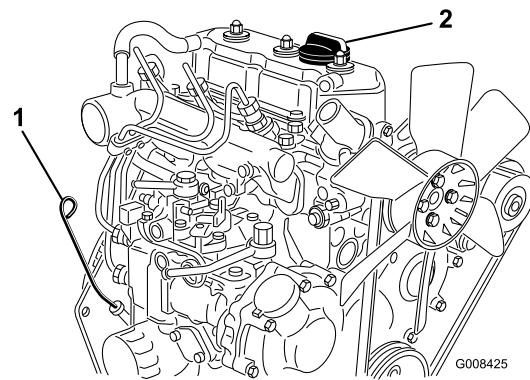

Figura 29
2. Retire la varilla y límpielo con un paño limpio (Figura 29). Introduzca la varilla en el tubo asegurándose de que entre a fondo. Retire la varilla del tubo y verifique el nivel de aceite. Si el nivel de aceite es bajo, retire el tapón de llenado de la cubierta de la válvula y añada **lentamente** suficiente aceite para elevar el nivel a la marca "Full" (lleno) de la varilla. Añada el aceite lentamente y compruebe el nivel a menudo durante este proceso. **No llene demasiado.**